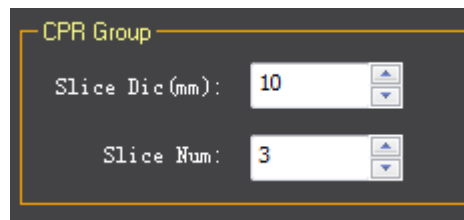

Рисунок7-7 CPR-группа
5. Нажмите  , чтобы открыть интерфейс настройки группы CPR, как показано на Рисунок7-7.